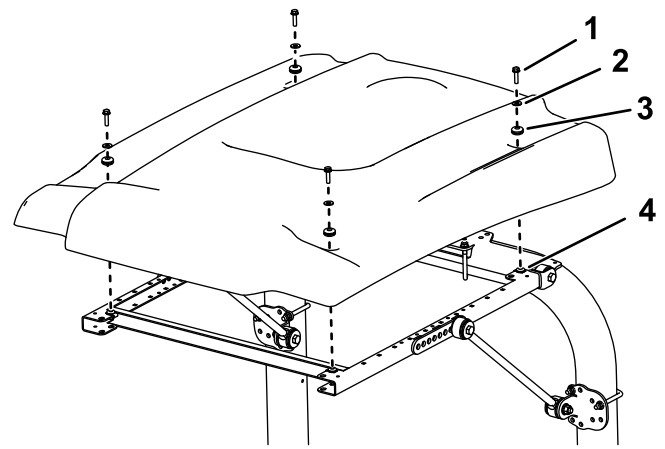

Bild 42
9. Positionieren Sie das Sonnendach beim Ausfluchten der Befestigungslöcher am Rahmen wie in Bild 42 abgebildet.
10. Befestigen Sie jede Ecke des Sonnendachs mit einer Bundkopfschraube (5/16" x 1¼"), einer kleinen Scheiben und einer Scheibe lose am Rahmen (Bild 42).